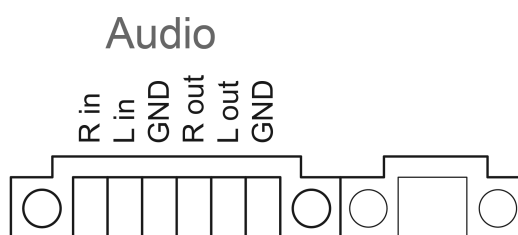

Figure 6: Affectation du raccordement des raccords audio
- Raccorder les appareils audio à la borne (13) (Figure 6).